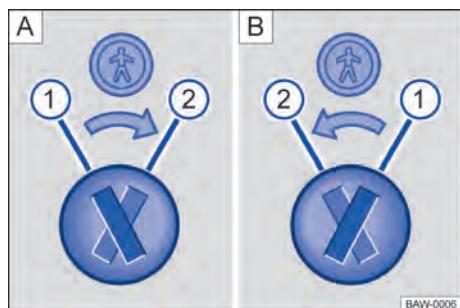

Fig. 43 Trava de segurança para crianças: [A] porta traseira esquerda, [B] porta traseira direita.
Legenda para → Fig. 43:
- Introduzir a haste da chave na ranhura da trava de segurança para crianças para ativar ou desativar → Fig. 43.